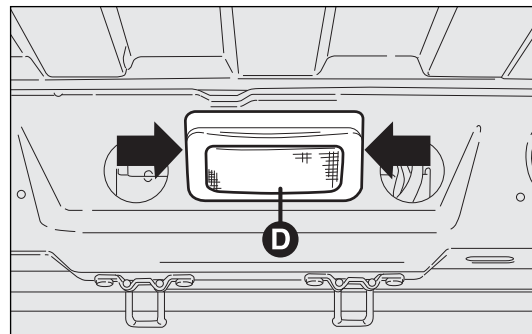
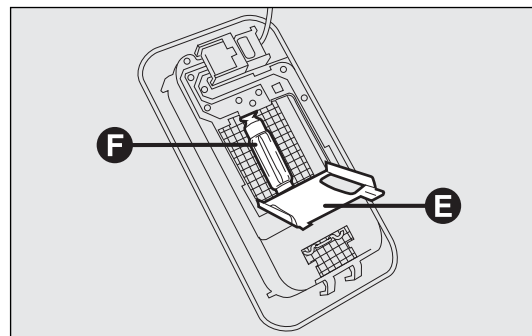

fig. 207
fig. 208
- ☐ actuar en los puntos indicados por las flechas y quitar el plafón D-fig. 207;
- ☐ abrir la tapa de protección E-fig. 208;
- ☐ sustituir la lámpara F-fig. 208 soltándola de los contactos laterales y asegurándose de que la lámpara nueva quede bloqueada correctamente entre los mismos contactos;
- ☐ cerrar la tapa de protección E-fig. 208 y volver a colocar el plafón D-fig. 207 en su alojamiento asegurándose de que quede correctamente bloqueado.